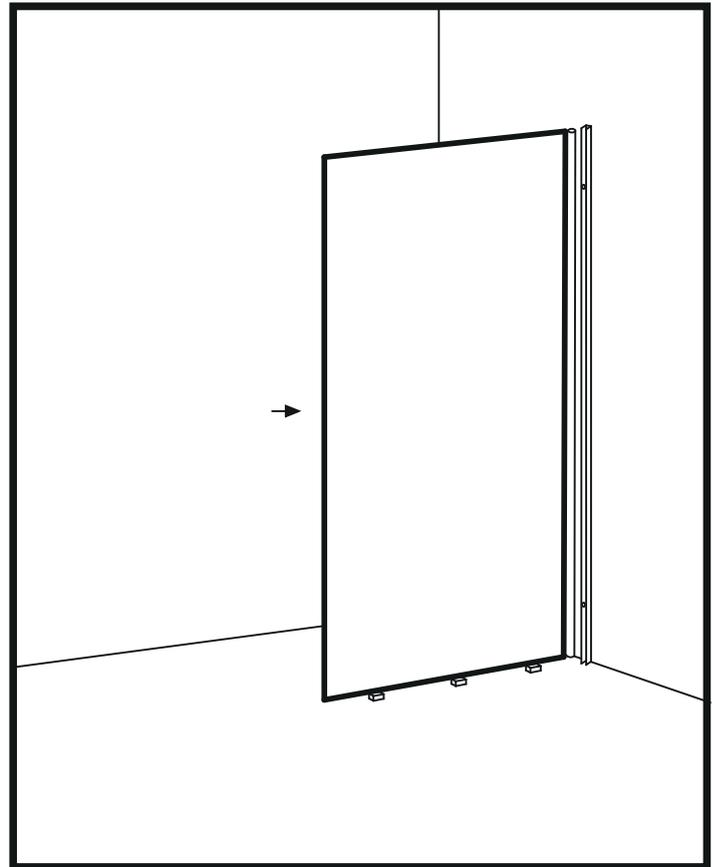

Abbildung 4
8. Legen Sie Holzblöcke (max. Dicke 1 cm) auf den Boden, wo Sie das Türglas in der Verpackung abstützen können, in der bereits ein Mono-Scharnier vom Hersteller installiert ist. (Abbildung 4)